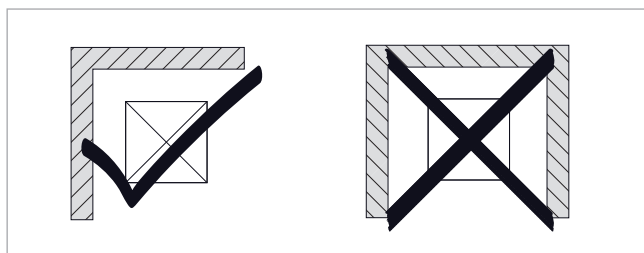

Fig. 4: Condizioni di montaggio nelle vicinanze di pareti
- Non posizionare la pompa di calore in strutture con tetti chiusi, vedere la ➔ Fig. 4